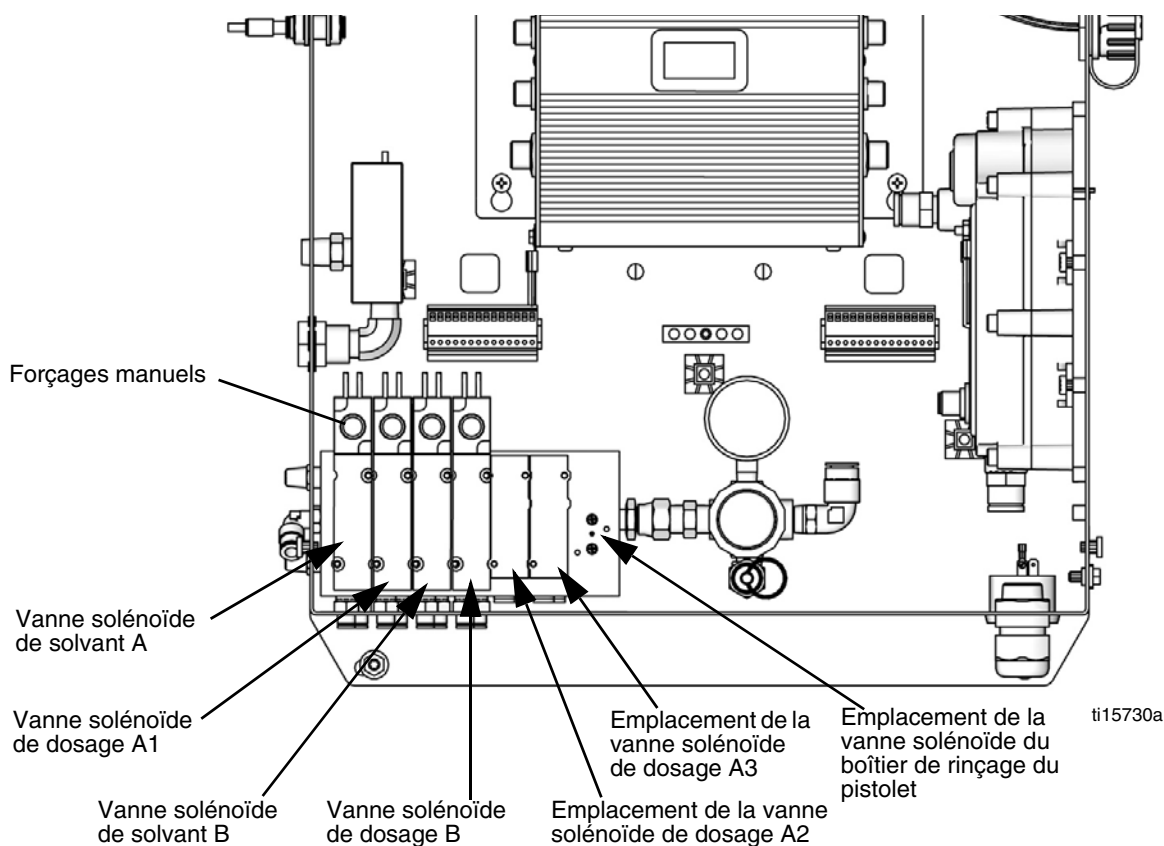

FIG. 1. Vannes solénoïdes du boîtier de commande
4. Tout en appuyant sur la gâchette, exercer un forçage manuel sur les vannes solénoïdes de dosage et de solvant A et B pour relâcher la pression. Voir FIG. 1, page 15. S'assurer que la pression de produit est égale à 0.
4. Tout en appuyant sur la gâchette, appliquer un forçage manuel sur les vannes solénoïdes de dosage A1 (A2, A3) et B pour relâcher la pression. Voir FIG. 1, page 15.
7. Tout en appuyant sur la gâchette, exercer un forçage manuel sur les vannes solénoïdes de solvant A et B pour relâcher la pression. Voir la FIG. 1. S'assurer que la pression de solvant tombe à 0.
7. Retirer le couvercle du boîtier de commande afin d'accéder aux vannes solénoïdes. Voir FIG. 1, page 15.
- Purger du côté du composant A. Voir FIG. 1, page 15. Appuyer sur la commande prioritaire manuelle de la vanne solénoïde de dosage A et actionner le pistolet dans un seau en métal mis à la terre.